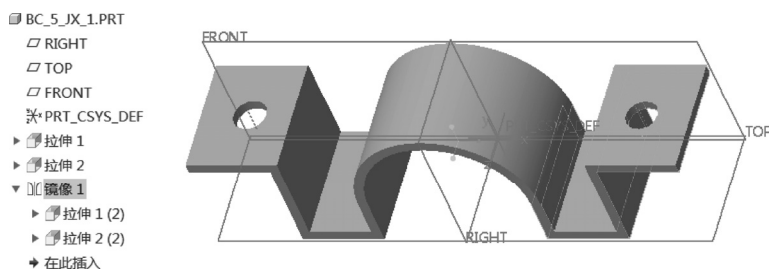

图 5-23 镜像结果
5) 在“镜像”选项卡中单击  (完成) 按钮创建新的镜像特征。镜像结果如图 5-23 所示。